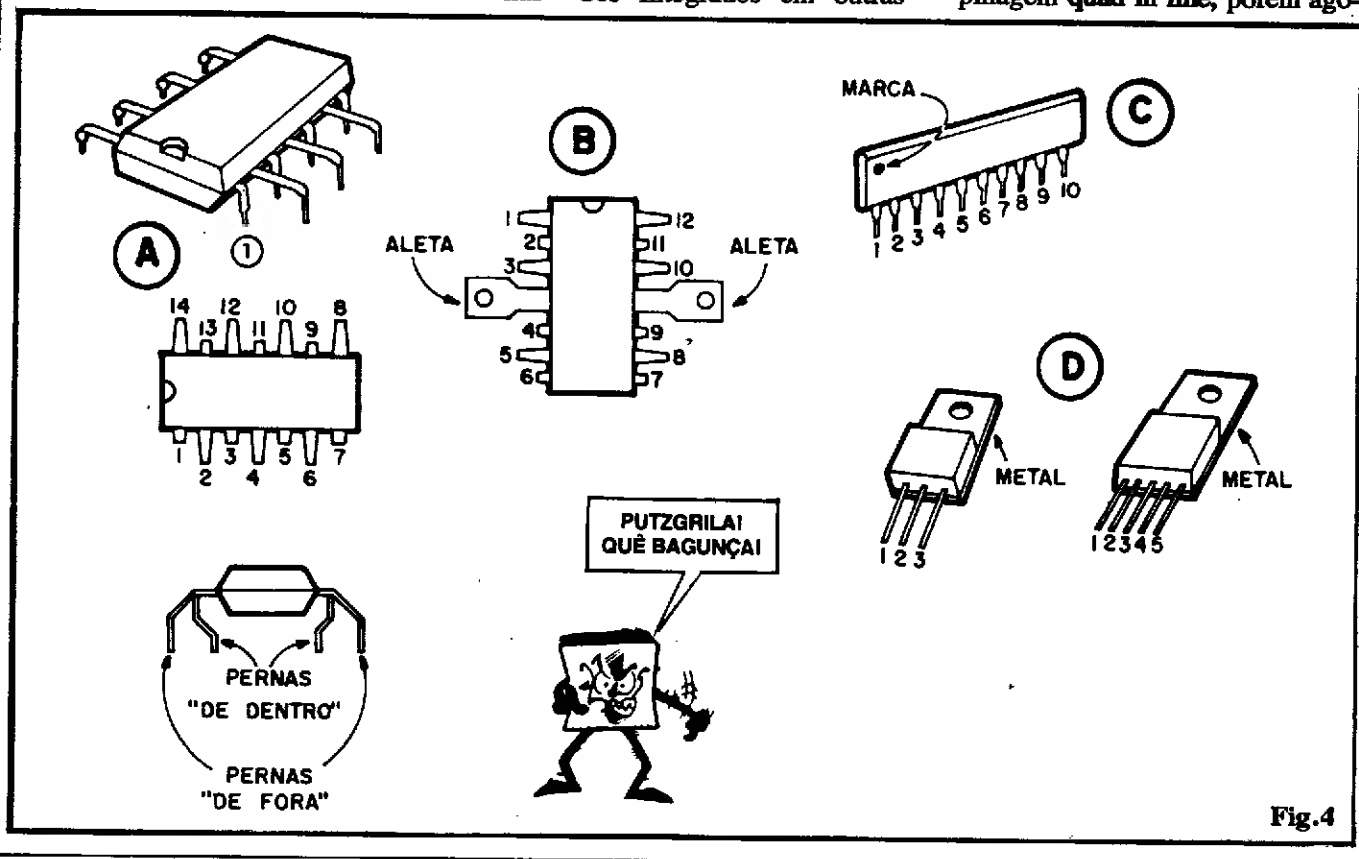

Fig. 4
- FIG. 4 - Outros encapsulamentos e/ou disposição de "pernas"... Dependendo de conveniências específicas quanto à própria "leitura" dos Circuitos Impressos, eventualmente os fabricantes são "forçados" a distribuir as "pernas" dos Integrados em outras
posições ou alinhamentos, que não as adotadas no DIL convencional! Nos seus vários itens, a fig. 4 mostra alguma das disposições mais comuns (entre as "incomuns"...), e que "saem" fora do arranjo DIL... Vejamos:
- FIG. 4-A - Nessa disposição, meio "maluca" à primeira vista, as pernas são dispostas em linha quádrupla, por isso chamada de QIL, ou **quad in line**. Notem que, alternadamente, os pinos são "sobrados" mais perto ou mais longo do "corpo" do componente. A figura mostra (já que a disposição é razoavelmente complexa...) a "coisa" sob três ângulos diferentes: a aparência geral da peça, em perspectiva, o Integrado visto por cima e, finalmente, em corte transversal, para que fique bem claro ao Leitor/"Aluno" o arranjo real. Observem, contudo, que tanto a adoção da marca, como o posicionamento do pino 1 e a numeração geral em sentido anti-horário, permanecem idênticas às do DIL convencional...
- FIG. 4-B - Outro "modelo" com pinagem **quad in line**, porém ago-
ra dotado de aletas laterais, metálicas, destinadas à fixação de dissipadores de calor... Observem, inicialmente, que tanto no modelo mostrado em 4-A, quanto em 4-B, a principal razão da linha quádrupla de pinos é permitir um maior afastamento da respectivas "ilhas" de conexão no Circuito Impresso, de modo que trilhas ou pistas mais largas possam ser a tais "ilhas" acopladas. Conforme já sabe o Leitor/"Aluno", a espessura das trilhas do Circuito Impresso deve ser diretamente proporcional às Correntes que por elas circularão... Os "modelos" de Integrados mostrados nas citadas figuras referem-se, normalmente, a componentes de boa Potência (amplificadores de áudio, quase sempre...) e que assim, devido às Correntes mais "consideráveis" a manejar, exigem trilhas mais grossas, consequentemente "ilhas" mais afastadas e... "pernas" mais "abertas"... Quando, porém, as condições normais de trabalho do Integrado incluem o manejo de Correntes realmente "bravas", essas providências não são suficientes, já que devem ser adotados métodos efetivos para "escoar" ou dissipar o calor gerado no componente (pela alta dissipação de Potência...). Essa dissipação tem que ser feita por radiadores metálicos externos. As aletas vistas na fig. 4-B, com furos, servem justamente para a conexão mecânica e térmica dos radiadores, via porcas/parafusos, etc. Algumas observações importantes a respeito das aletas de acoplamento aos dissipadores externos:
- Notem a diferença na "alternância" das "pernas abertas ou fechadas", nos modelos com pinagem QIL simples (fig. 4-A) e com aletas (fig. 4-B). Enquanto no primeiro "modelo", pinos opostos costumam estar em diferentes afastamentos com relação ao corpo da peça, no segundo os pinos opostos guardam o **mesmo** afastamento relativo ao corpo (laterais) do Integrado... Parece uma informaçãozinha "boba", mas é muito importante para a perfeita disposição das respectivas "ilhas" e furos num eventual Circuito Impresso!
- FIG. 4-C - Tem também os Integrados com pinagem em **linha simples** (SIL, ou **single in line**), que apresentam o "jeitão" mostrado na figura... Nesse caso, com apenas uma "fileira" de "pernas", a contagem fica obviamente mais simples e direta, existindo sempre uma pequena marca - simbolizando o "ponto de partida" para a devida numeração dos pinos... Alguns Integrados pré-amplificadores de certa potência, para áudio, apresentam a configuração mostrada. Uma variante do modelo ilustrado apresenta uma grande lapela metálica, disposta ao longo de toda a peça, sobresaindo da sua borda superior, de modo a permitir a fixação (existem, na tal lapela, furos específicos para isso...) de dissipadores metálicos (radiadores de alumínio, etc.). Também nesse último caso, é frequente que tal lapela metálica seja eletricamente ligada, "por dentro" da peça, ao pino corres-
- FIG. 4-D - Todos os "modelos" de Integrados até agora mostrados eram distintamente "diferentes", em forma e aparência, dos convencionais transistores "discretos" já estudados e vistos no ABC... Tem, porém, algumas "famílias" de Integrados, de alta Potência, cujas "embalagens" são extremamente parecidas com os encapsulamentos de Transistores (... de Potência)! Nos dois casos/exemplos ilustrados, o "corpo" do Integrado é absolutamente idêntico ao de um transistor da série "TIP" (ou mesmo a um SCR ou TRIAC de Potência...). Notem - inclusive - que num dos exemplos, as três únicas "pernas" do componente induzem a uma semelhança **absoluta** com um transistor de Potência! Essa configuração é costumeiramente adotada para Integrados com função específica de **Reguladores de Voltagem** (veremos suas aplicações em futuras "Aulas"...). Existe ainda a variante (também mostrada na figura) com 5 pinos (mas mantendo o "corpo" muito semelhante a um transistor grande...). Em qualquer dos casos, o importante é **não confundir as "coisas"** (NÃO se trata de um transistor, mas sim de um Circuito Integrado, com "entranhas" bastante complexas e funções muito específicas...). Os pinos devem ser "conetados" ou numerados olhando-se a peça com as "pernas" para baixo, pelo lado **não metalizado**, da esquerda para a direita, conforme bem ilustra a figura... De novo, a lapela metálica costumeiramente faz contato elétrico direto e interno com o pino correspondente ao **negativo** ou "terra". Considerem essa condição quando da anexação de radiadores metálicos externos que **não devem** (e isso vale para todos os modelos de Integrados já mostrados, que tenham excrescências metálicas externas...) jamais tocar em pontos outros do circuito de utilização, sob pena de promover "curtos" perigosos e